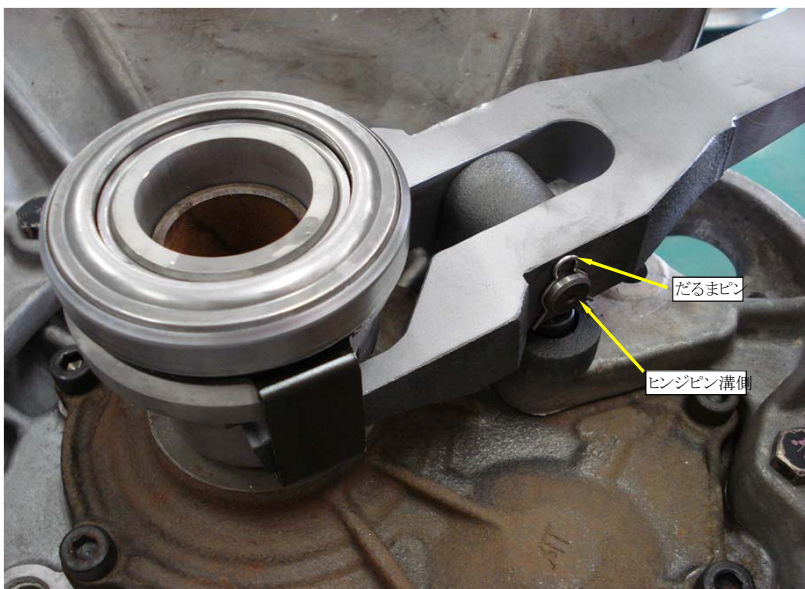

図3
**注意** 10. ヒンジピンはつば部をハウジングの上側にしてウェーブワッシャーを入れてレリーズフォークとサポートに挿入し、ヒンジピンの溝部分にだるまピンをセットして下さい。(図3)